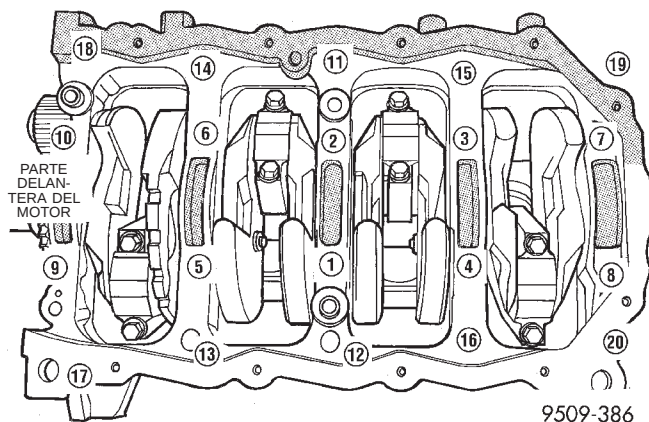

Fig. 13 Secuencia de torsión de tapas de cojinetes principales/bancada
(8) Para asegurar una alineación correcta del cojinete siga los pasos siguientes:
- Paso 5: Instale y apriete los pernos (1-10) en la secuencia que se muestra en la (Fig. 13) con una torsión de 41 N·m (30 lbs. pie).
(9) Instale los pernos de fijación de la bancada de cojinetes principales al bloque del motor (1 a 10) y ajuste cada perno con una torsión de 41 N·m (30 lbs. pie) y gire luego en secuencia cada perno 1/4 de vuelta tal como se muestra en la (Fig. 13).
(10) Instale los pernos de fijación de la bancada de cojinetes principales al bloque del motor (11 a 20) y ajuste cada perno con una torsión de 28 N·m (20 lbs. pie) en la secuencia mostrada en la (Fig. 13).
(11) Después de instalar la bancada de cojinetes principales, verifique el esfuerzo de rotación del cigüeñal. El esfuerzo de rotación no debe exceder los 5,6 N·m (50 lbs. pulg.).